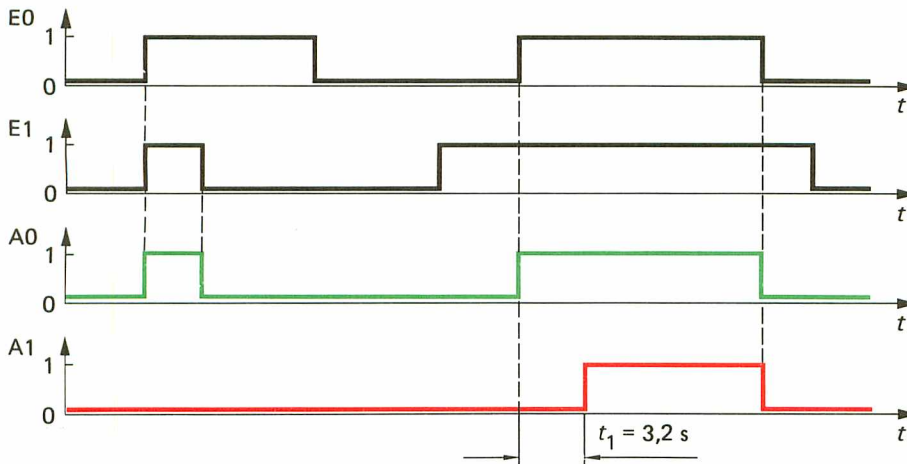

Bild F 33.1
- Das Signal-Zeit-Diagramm zeigt das Bild F 33.1.